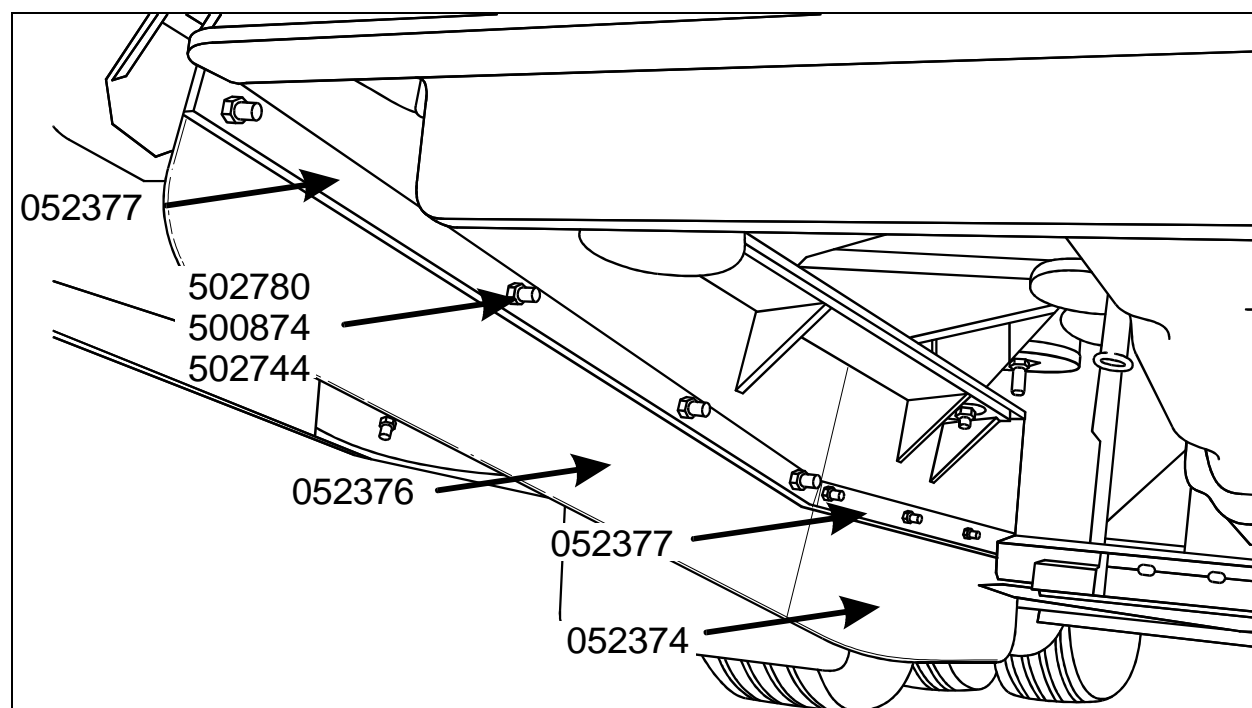
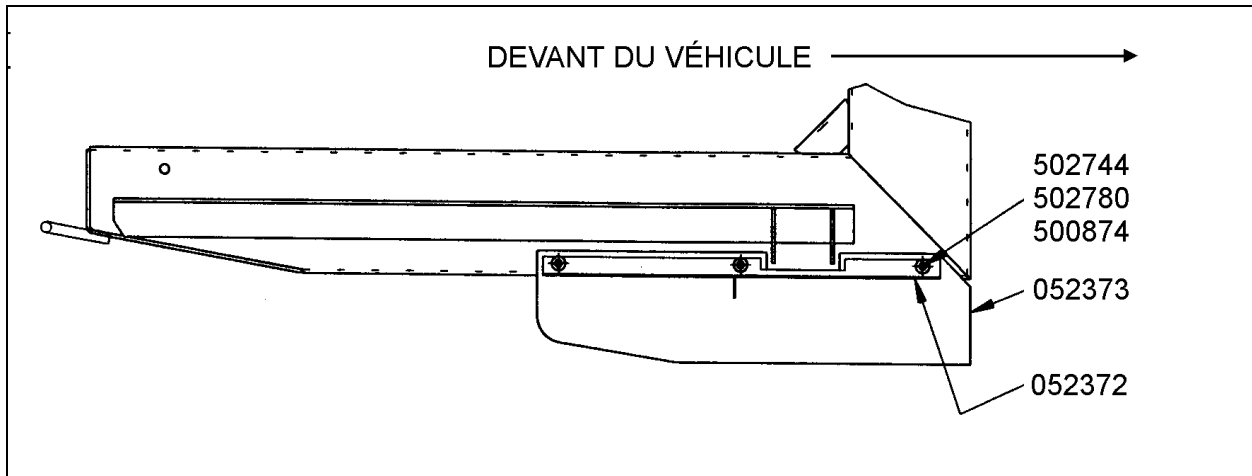
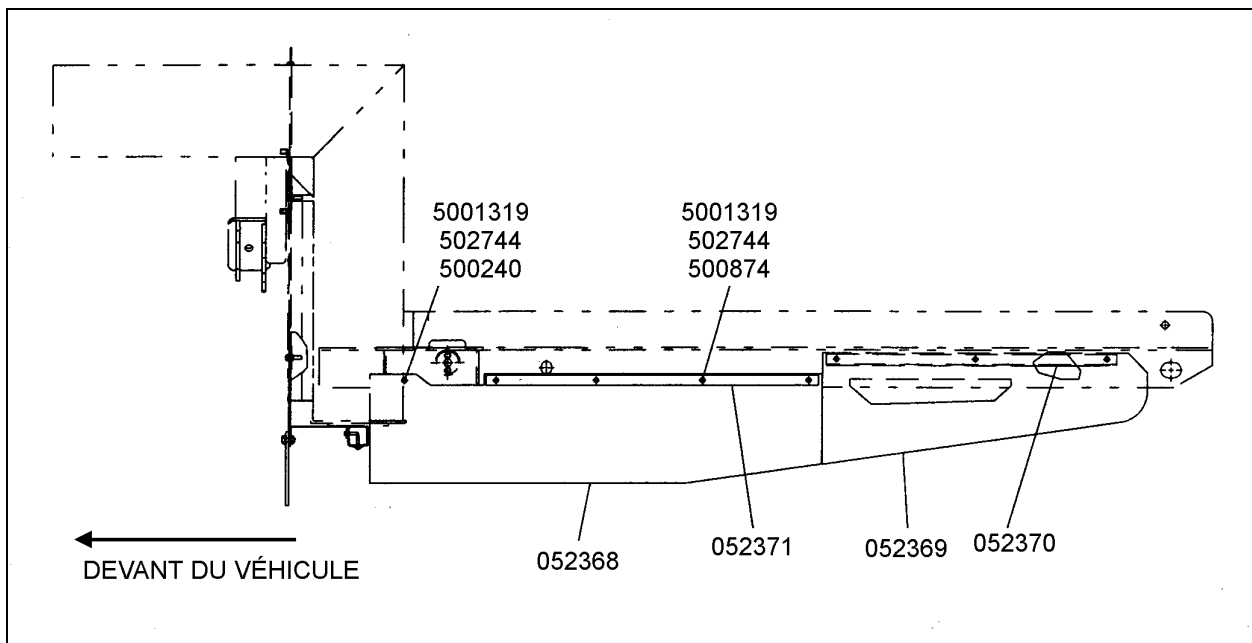

FIGURE 1 : DÉFLECTEUR D'AIR CHAUD (ENS. #052381) MONTÉ SUR LE LONGERON DU H3-41 ET H3-45
FIGURE 2 : DÉFLECTEUR D'AIR CHAUD (ENS. #052379) MONTÉ SUR LE LONGERON DU XL-40 ET ENTERTAINER
FIGURE 3 : DÉFLECTEUR D'AIR CHAUD (ENS. #052380) MONTÉ SUR LE LONGERON DU XL-45
3. Placer les déflecteurs sur le longeron arrière, pour vérifier leur installation (se référer à la figure 1 pour les H3-41 et H3-45, figure 2 pour les XL-40 et Entertainer et figure 3 pour les XL-45);